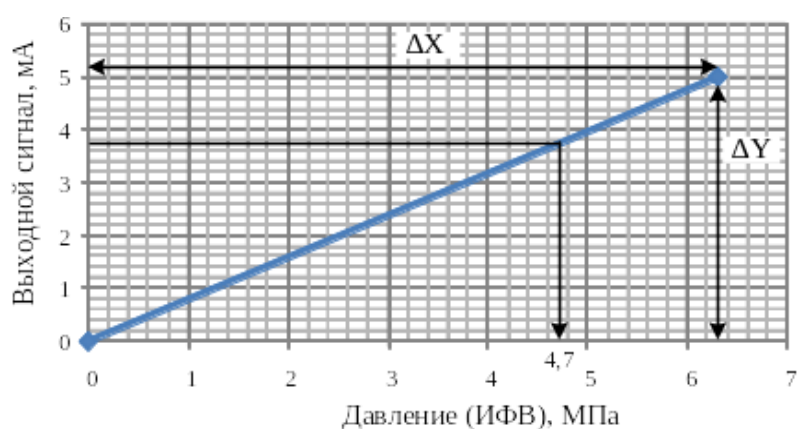

Рис. 1. Градуировочная характеристика датчика
Решение. Построим линейную градуировочную (статическую) характеристику преобразователя давления по двум точкам. Первая точка характеристики: при давлении 0 МПа – выходной сигнал манометра 0 мА; вторая точка характеристики: при давлении 6,3 МПа – выходной сигнал манометра 5 мА, рис. 1.
По формуле (5) и рис. 1 определим уравнение характеристики датчика:
Значение ИФВ можно определить менее точно по графику градуировочной характеристики датчика, см. рис. 1.